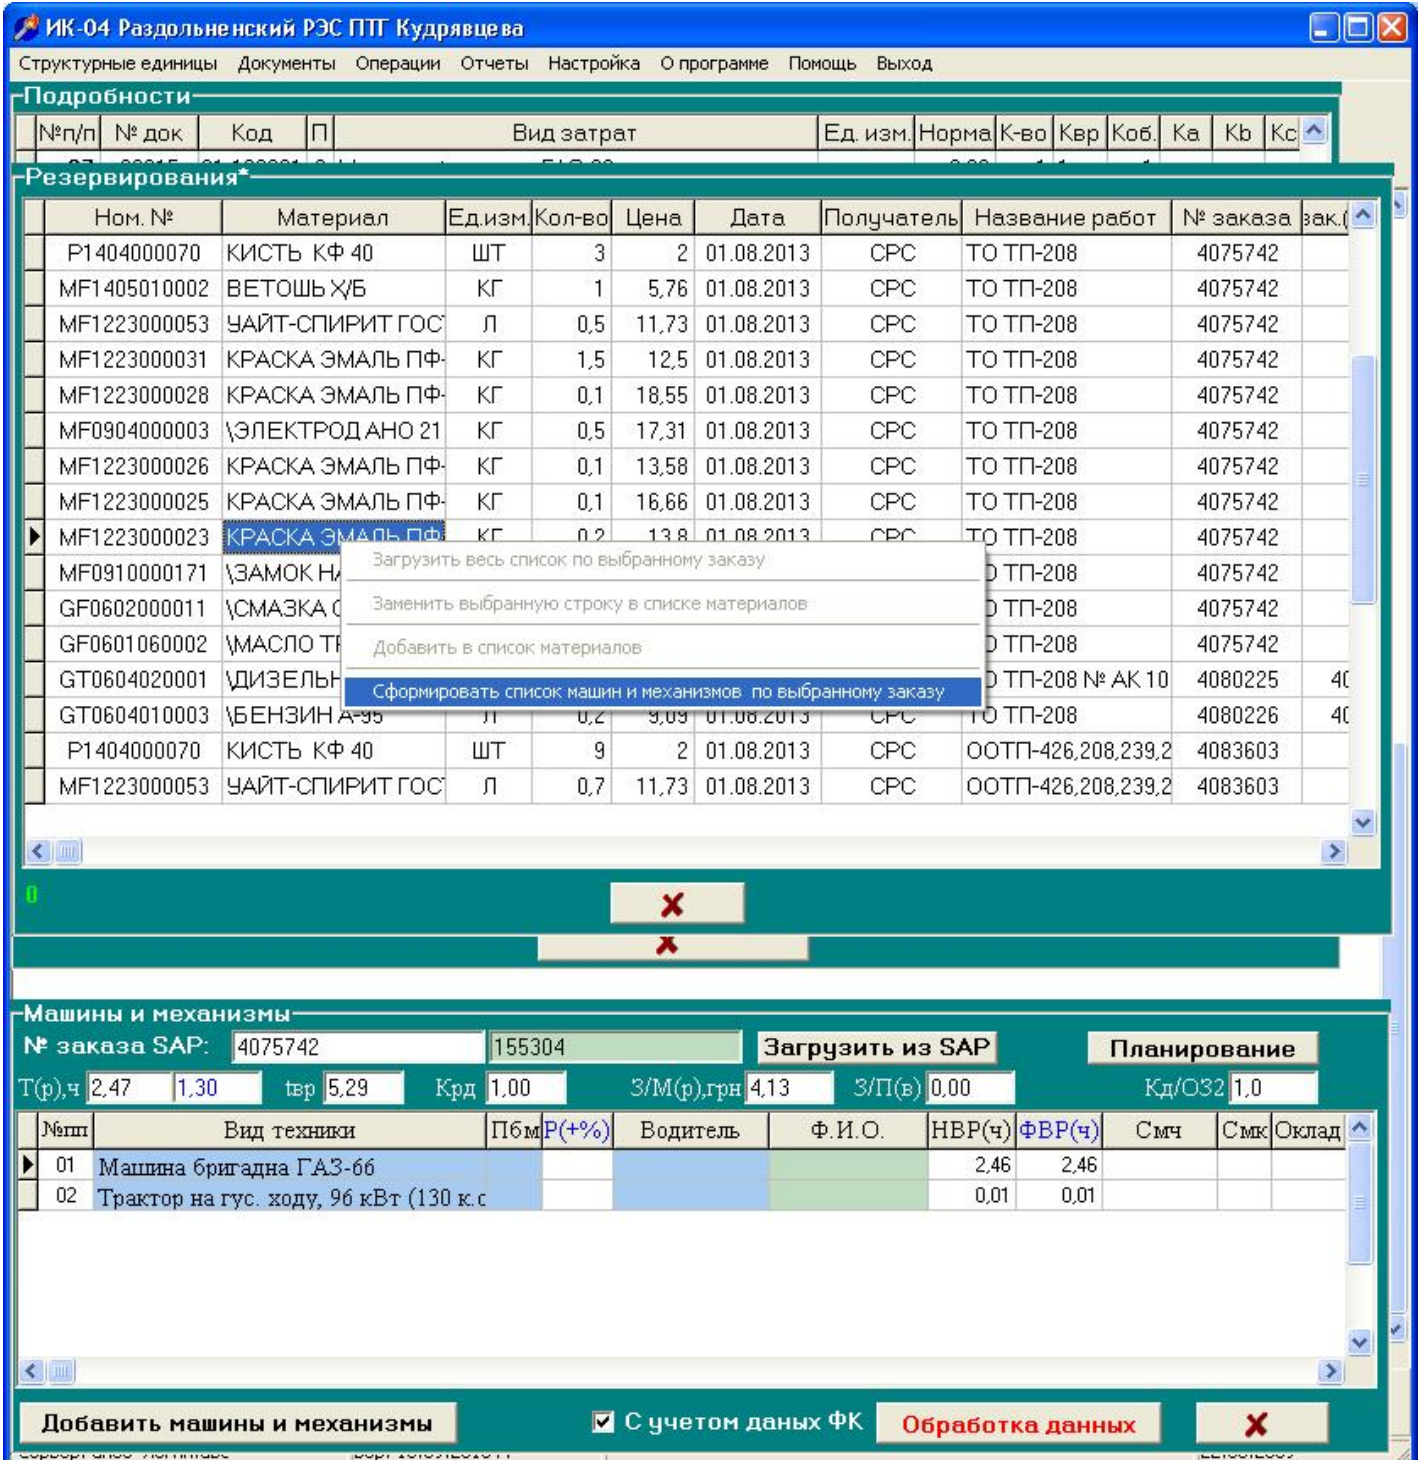

Рис.1.
- нажать кнопку «Загрузить из SAP», расположенную над списком машин и механизмов, включаемых в акт выполненных работ. После этого откроется окно «Резервирования*» со списком всех резервирований, созданных для данного инвентарного номера (рис.1);